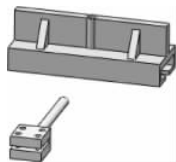

图 3-98 插入驱动杆
(1) 单击【装配体】工具栏中的【插入零部件】按钮 , 弹出【插入零部件】的属性设置。单击【浏览】按钮, 在弹出的【打开】对话框中选择零件【驱动杆】, 单击【打开】按钮, 在图形区域的合适位置单击插入, 如图 3-98 所示。